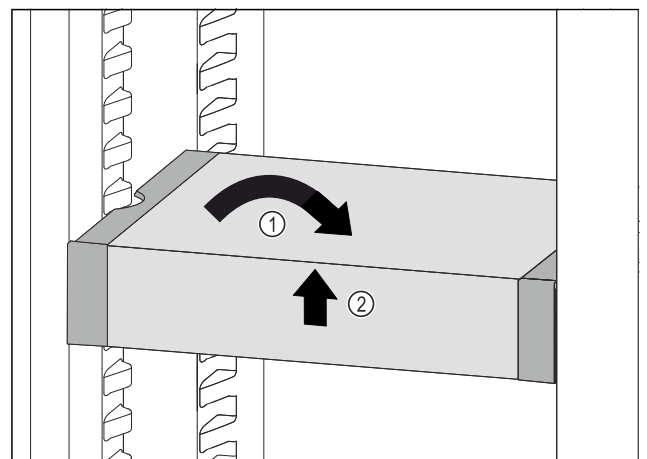

Fig. 108
- ▶ 将 VarioSafe 放平。 Fig. 108 (1)
- ▶ 抬起 VarioSafe 前部。 Fig. 108 (2)